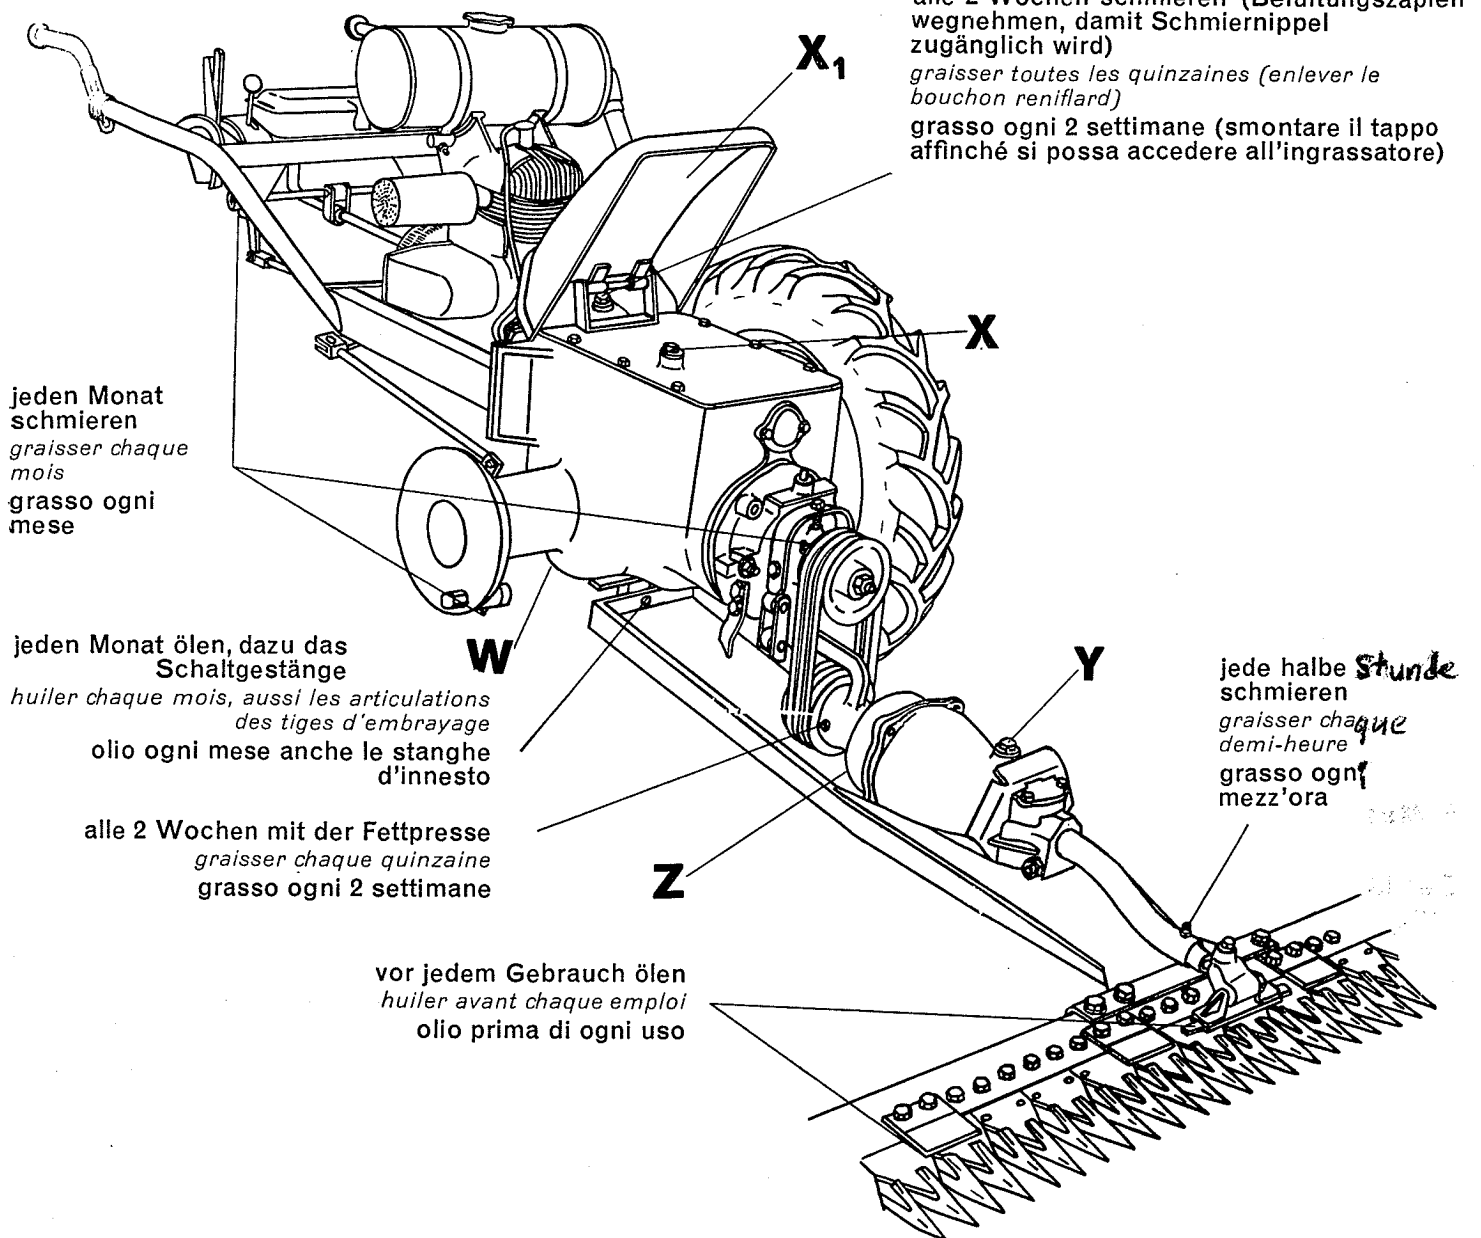

Fig. 13
E. Schmierplan bei intensivem Gebrauch (Fig. 13)
E. Plan de graissage lors d'un emploi intensif (fig. 13)
E. Piano di lubrificazione per uso intenso (fig. 13)